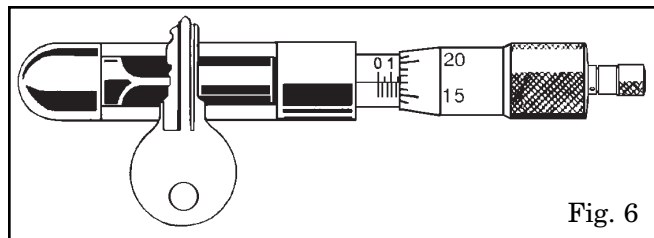

Fig. 6
10. For example, using Fig. 6: